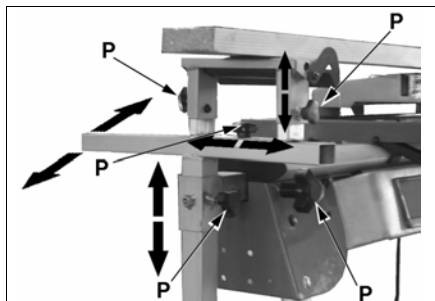

Fig. 24
- La figure 24 montre tous les réglages possibles des deux systèmes de support, pouvant être obtenus en desserrant les pommeaux (P).
- Après chaque réglage des différents composants qui constituent le système de support, bloquez de manière sûre le pommeau (P) correspondant.